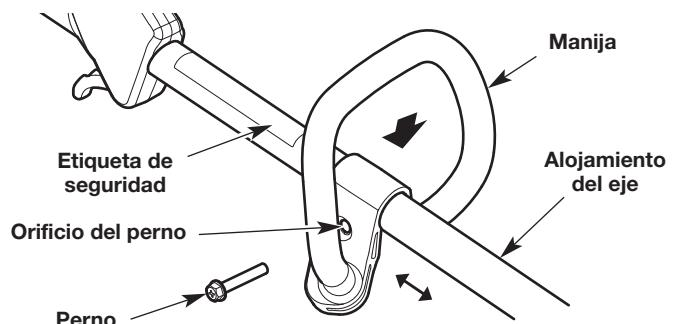

Fig. 3
1. Oprima la manija hacia abajo sobre el alojamiento del eje (Fig. 3). Asegúrese de que el orificio del perno mire hacia la derecha (Fig. 3).
2. Inserte el perno en el orificio del perno y oprímalos para que pase a través de él (Fig. 3). Ajuste el perno con un destornillador de cabeza plana, pero no lo ajuste completamente.
3. Mantenga la unidad en posición operativa (Fig. 11) y mueva la manija hasta una ubicación confortable (Fig. 3). Compruebe que la manija esté ubicada más allá del extremo de la etiqueta de seguridad (Fig. 3).
1. Afloje el perno con un destornillador de cabeza plana (Fig. 3).
2. Mantenga la unidad en posición operativa (Fig. 11) y mueva la manija hasta una ubicación confortable (Fig. 3). Compruebe que la manija esté ubicada más allá del extremo de la etiqueta de seguridad (Fig. 3).